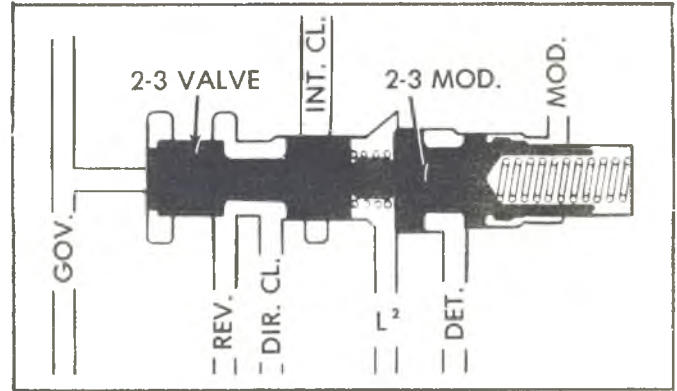

Fig. 12T-2-3 Valve and 2-3 Modulator Valve Train (Typical)
### 2-3 Shift Valve (Fig. 12T)
**2-3 Modulator Valve (Fig. 12T)**